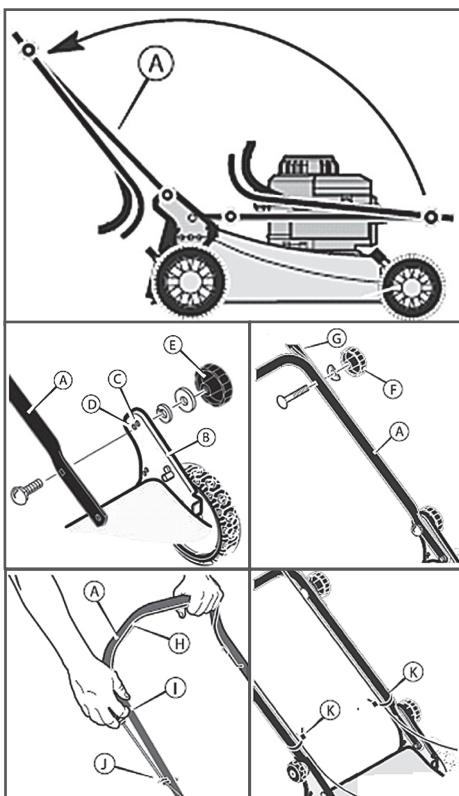

Рис. 3 Сборка газонокосилки
- Установите нижнюю часть А рукоятки в рабочее положение (Рис. 3).
- В скобе рукоятки (B) имеются два крепежных отверстия (Рис. 3). Используйте отверстие (C) для крепления рукоятки в верхнем положении. Используйте отверстие (D) для крепления рукоятки в нижнем положении.
- Закрепите отверстие в любом из отверстий (C) или (D), в соответствии с рисунком. Закрутите зажимы (E) до фиксации нижней части рукоятки.
- Снимите зажимы (F) и крепежные элементы с нижней рукоятки (A). Установите верхнюю рукоятку (G) в рабочее положение. Затягивайте зажимы (F)